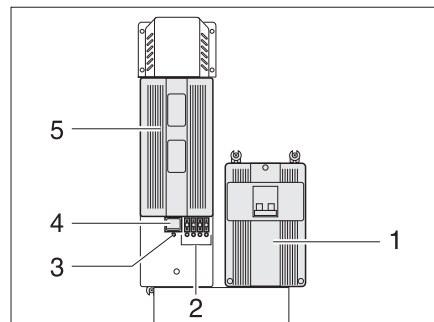
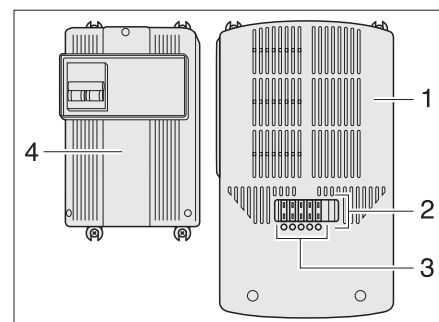

Fig. 85 Fuente de alimentación (tipo I)
Fig. 86 Fuente de alimentación (tipo II)
La fuente de alimentación (Fig. 85,5 ó Fig. 86,1) está montada junto al fusible automático de (Fig. 85,1 ó Fig. 86,4).
En la fuente de alimentación están integrados un interruptor principal (Fig. 85,4) (sólo tipo I), varios fusibles (Fig. 85,2 ó Fig. 86,2) y una protección contra sobrecargas. Un fusible defectuoso o un cortocircuito en el circuito eléctrico se indican por medio de un LED que se ilumina de color rojo debajo del fusible (Fig. 85,2 ó Fig. 86,3).
- Presionar la parte inferior del interruptor principal (Fig. 85,4): Posición "ON". El LED verde (Fig. 85,3) se ilumina si hay contacto con una tensión de 230 V.
- Presionar primero la parte superior del interruptor principal (Fig. 85,4): Posición "OFF".